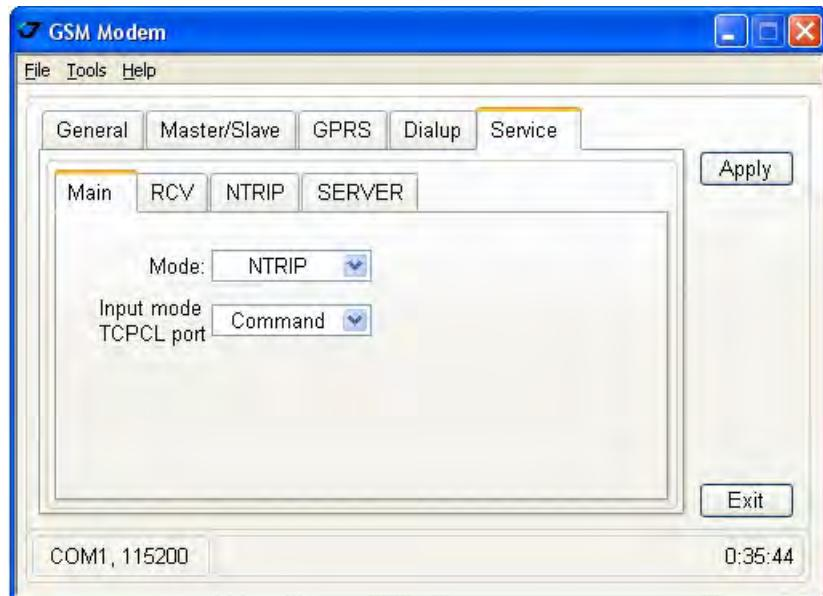

Рисунок 21. Закладка Service
3. В подзакладке *Main* закладки *Service* произведите следующие настройки (Табл. 13) и нажмите *Apply* (Рис. 21 на стр. 33).